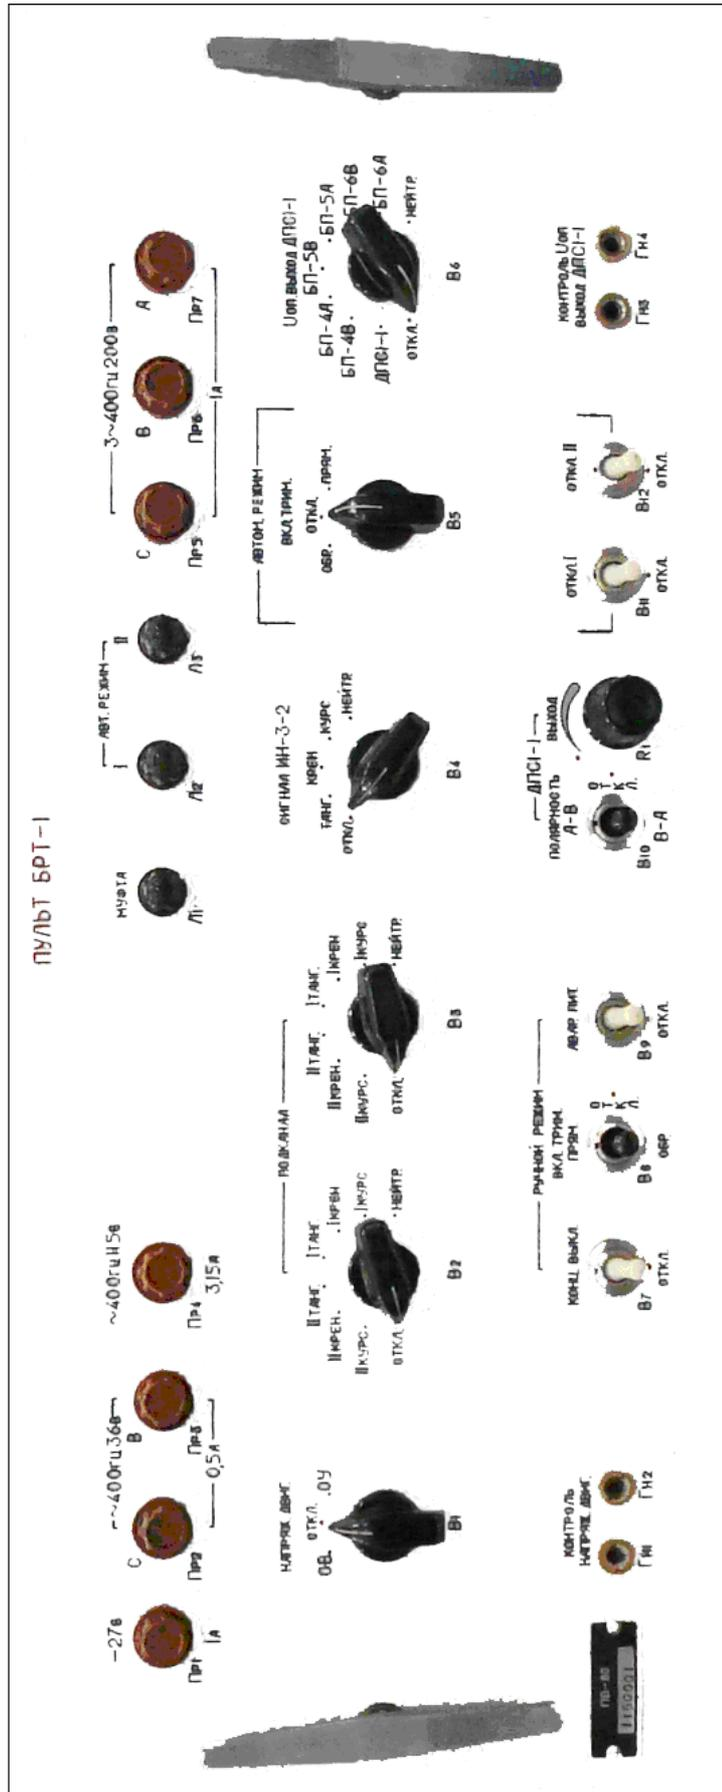

Рис. 5. Пульт проверки ПВ-80
3.3.3 Устройство и работа пульта (рис. 5)